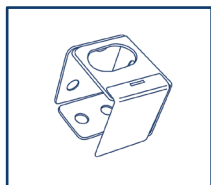
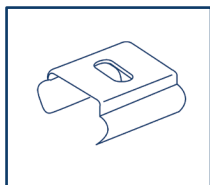

Fig.2
Fig.3
- 2 Scatole laterali (Fig.2) oppure 2 o più staffe a seconda della larghezza della tenda (Fig.3, 4, 5)